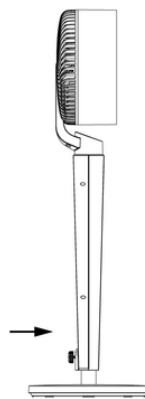

Abb. 2
2. Ziehen Sie die Schraube auf der Rückseite des Gehäuses fest an (Abb. 2).